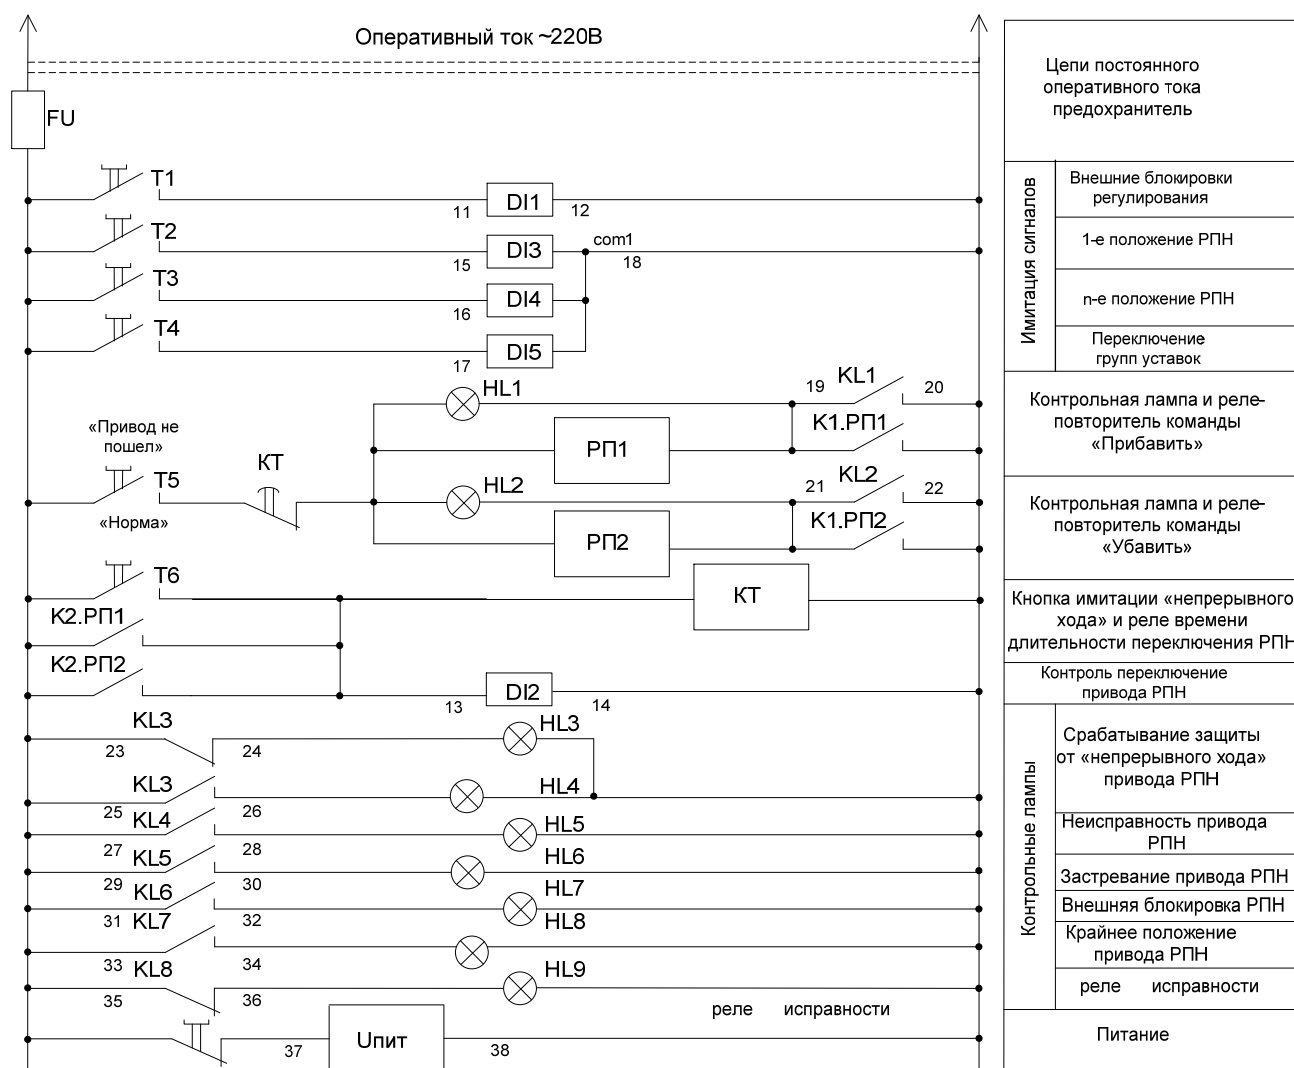

Рисунок 11 – Пример схемы проверочного стенда
10.3.1 Проверить функционирование устройства во всех режимах рекомендуется при помощи специального стенда, имитирующего работу привода РПН. Пример схемы проверочного стенда приведен на (Рисунок 11).